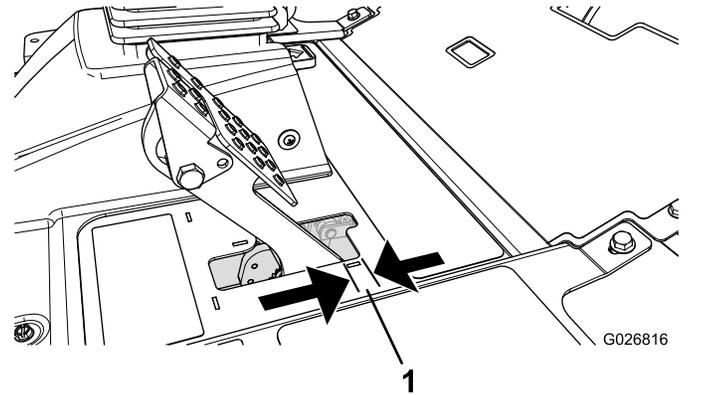

図 63
ブレーキペダルの「遊び」 図 63 が 2.5 cm 以上となったり、強く踏み込まないとブレーキの効きが悪いと感じられるようになったら、調整を行ってください。遊びとは、ブレーキペダルを踏み込んでから抵抗を感じるまでのペダルの行きしろを言います。
- 後ナットを締めてケーブルを後方に移動させて、ホイールがロックする前のブレーキペダルの遊び 図 63 が 6.3-12.7 mm なるように調整する。